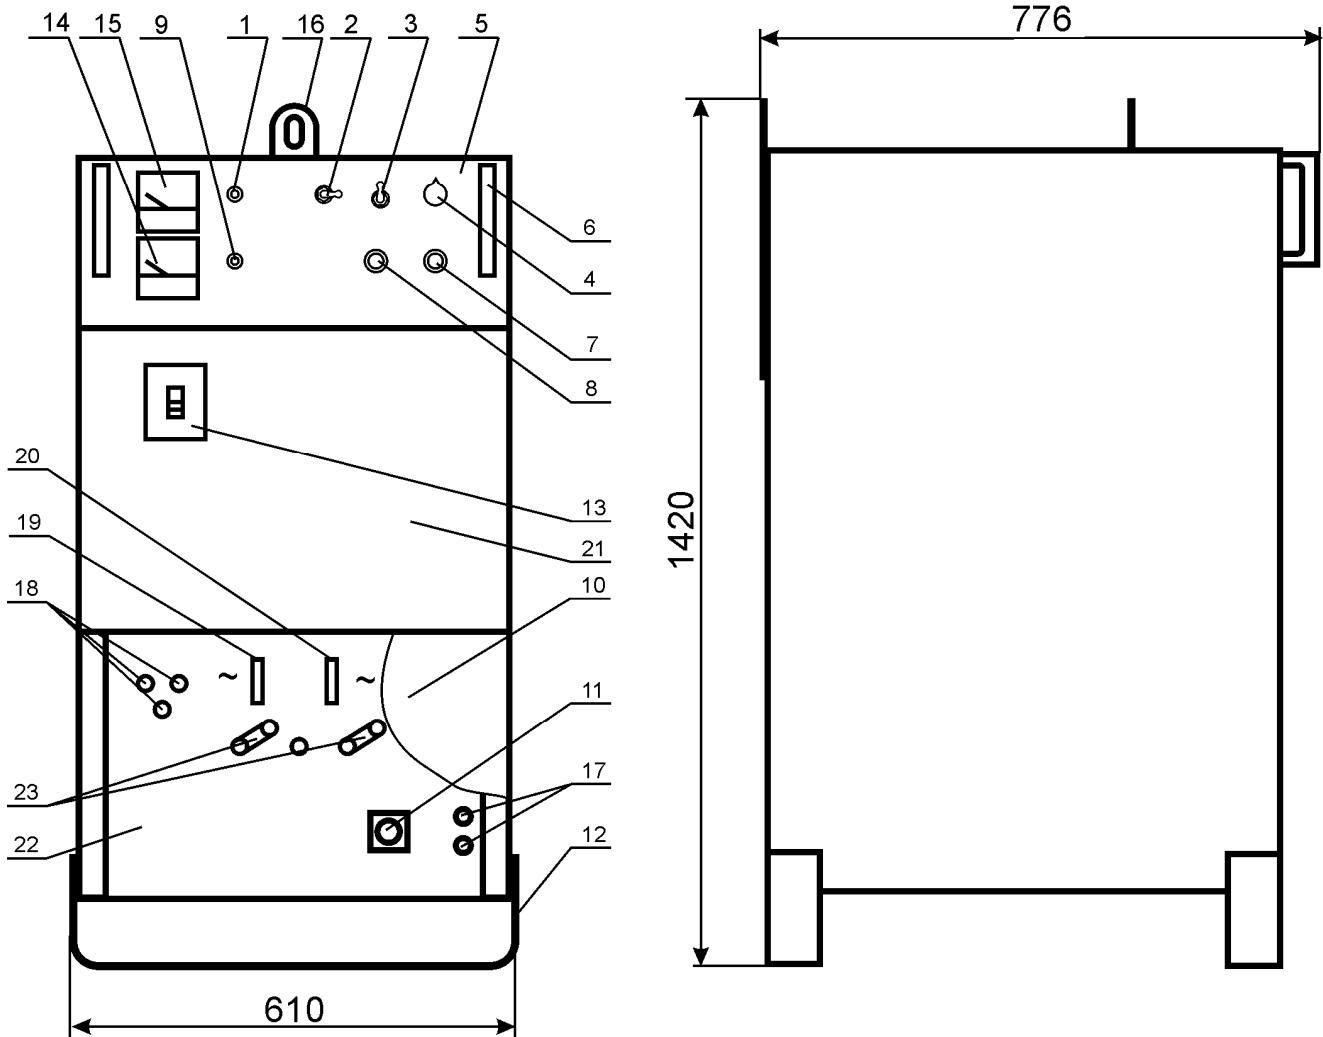

Рис. 1. Общий вид трансформатора.
5.3.2. Убедитесь, что переключающие перемычки SA3 и SA4 (поз.23, приложение 1, рис.1 и 2) находятся в левом положении. Проверьте затяжку болтов на перемычках.